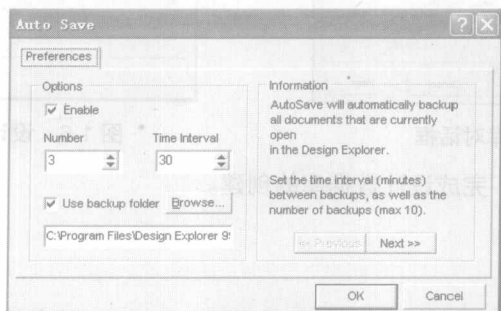

图 1-4 文件自动保存及备份设置对话框
- (3) 系统弹出文件自动保存及备份设置对话框,如图 1-4 所示。